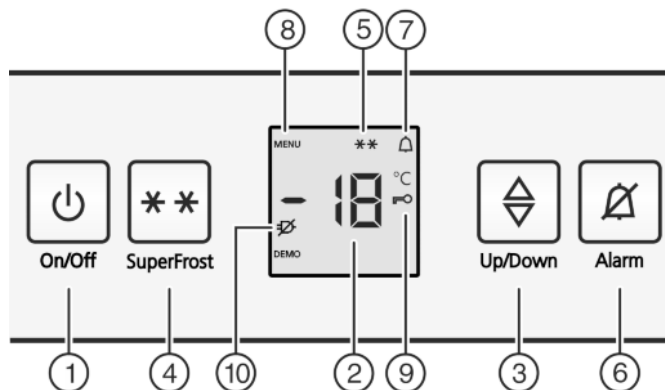

Fig. 2
- ▶ Taste On/Off Fig. 2 (1) drücken.
- ▶ Einstellmodus aktivieren: Taste SuperFrost *Fig. 2 (4)* ca. 5 Sekunden drücken.
- ▷ In der Anzeige wird das Symbol Menu *Fig. 2 (8)* angezeigt.
- ▶ Mit der Taste SuperFrost *Fig. 2 (4)* kurz bestätigen.
- ▷ Das Symbol Kindersicherung *Fig. 2 (9)* leuchtet in der Anzeige.
▶ Die Taste On/Off *Fig. 2 (1)* kurz drücken.
- ▷ Das Symbol Kindersicherung *Fig. 2 (9)* erlischt.
- ▶ Die Taste On/Off *Fig. 2 (1)* kurz drücken.
▶ Taste Alarm *Fig. 2 (6)* drücken.
Gleichzeitig blinkt die Temperaturanzeige und das Symbol Alarm *Fig. 2 (7)*.
Der Tonwarner verstummt automatisch, das Symbol Alarm *Fig. 2 (7)* geht aus und die Temperaturanzeige hört auf zu blinken, wenn die Temperatur wieder ausreichend kalt ist.